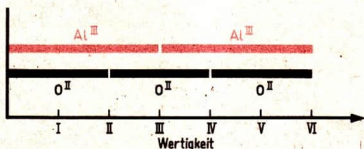

Abb. 39 In einem Molekül Aluminiumoxid gleichen sich die Wertigkeiten der zwei Aluminiumatome und die Wertigkeiten der drei Sauerstoffatome aus.
Die Formel einer Verbindung lässt sich aufstellen, wenn die Elemente und die Wertigkeit, mit der sie in der Verbindung vorliegen, bekannt sind. Bei Verbindungen aus zwei Bestandteilen entspricht die Gesamtzahl der sich gegenseitig ausgleichenden Wertigkeiten dem kleinsten gemeinsamen Vielfachen der Wertigkeiten der Elemente (Abb. 39).
- ① Ermittle entsprechend dem angegebenen Beispiel die Wertigkeit der Bestandteile in a) Phosphor-pentoxid P_2O_5 ; b) Schwefeldioxid SO_2 ; c) Dichlorheptoxid Cl_2O_7 ! Sauerstoff tritt in allen Fällen zweiwertig auf.
- ② Zeige am Beispiel der Schrittfolge und an dem Beispiel für die Ermittlung der Wertigkeit von Eisen im Eisenoxid Fe_2O_3 , daß die Gesamtzahl der sich gegenseitig ausgleichenden Wertigkeiten dem kleinsten gemeinsamen Vielfachen der Wertigkeiten der Elemente entspricht!
- ③ Ermittle nach der Schrittfolge die Formeln von Magnesiumoxid, Zinkoxid, Kohlendioxid, Kalium-oxid und Natriumoxid! Fertige dazu graphische Darstellungen wie in Abbildung 39 Seite 52 an! Weise nach, daß in allen Fällen die Gesamtzahl der betätigten Wertigkeiten das kleinste gemein-same Vielfache der Wertigkeiten der Bestandteile ist!
- ④ Bilde die Formeln folgender Oxide: a) Oxid des Eisens, in dem Eisen zweiwertig ist; b) Oxid des Eisens, in dem Eisen dreiwertig ist; c) Oxid des Phosphors, in dem Phosphor fünfwertig ist; d) Oxid des Zinns, in dem Zinn zweiwertig ist; e) Oxid des Zinns, in dem Zinn vierwertig ist!